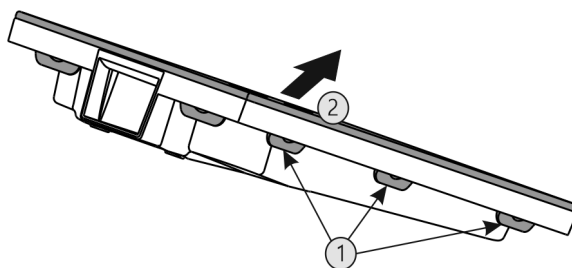

Fig. 56
- ▶ Натиснете всички езичета Fig. 56 (1) последователно и свалете капака Fig. 56 (2).